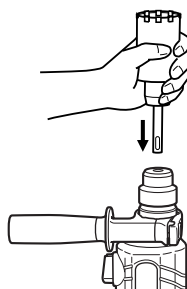

Fig. 19
- (2) Monter la queue de couronne sur le marteau rotatif à percussion. (Fig. 19)
- (3) Introduire la goujon central dans la plaque de guidage jusqu'à ce qu'il arrête.